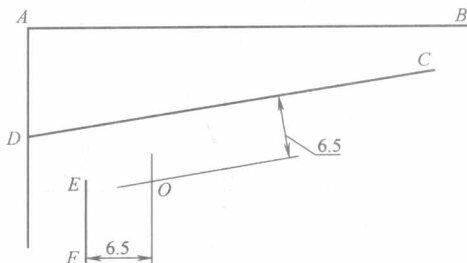

图 1-9 工字钢图形的绘制 (三)
1) 定圆心。分别作直线 DC、EF 的平行线, 距离 $R = 6.5\text{mm}$, 得交点 O, 即为连接弧的圆心。如图 1-9 所示。